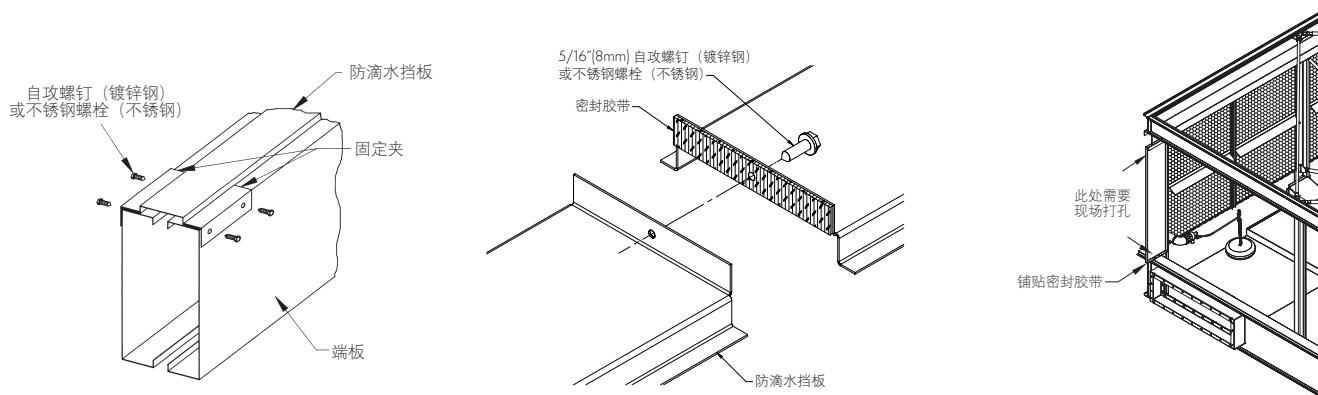

图 3b – 防滴水挡板和防溅水挡板的安装
11. 一旦竖直的防溅水挡板底部与防滴水挡板相连接, 将水盘防护盖板放置在机组下段的上折边处 (如图3b所示)。用5/16" (8mm)的自攻螺钉 (适用于镀锌钢机组) 或者不锈钢螺栓及螺母 (适用于不锈钢机组) 将水盘防护盖板连接到竖直的防溅水挡板上。